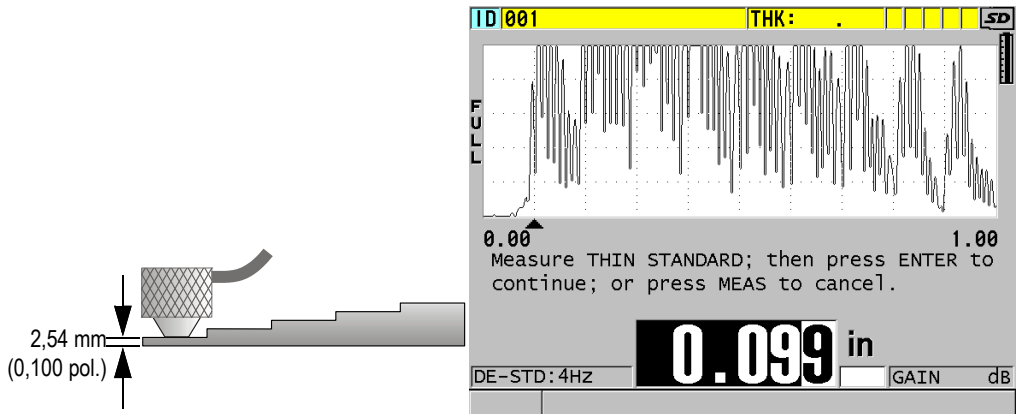

Figura 5-5 Realizar a calibração do zero em um bloco de teste de 5 graus
2. Para realizar a calibração do zero (consulte Figura 5-5 na página 87):